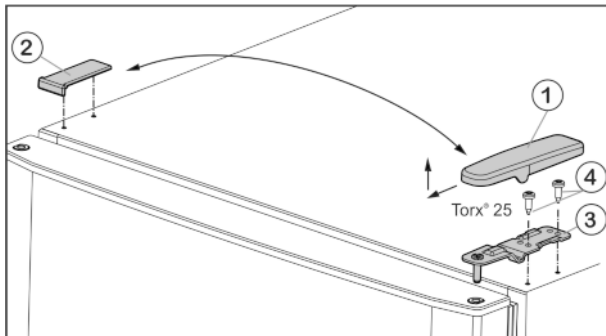

Fig. 4
- ▶ Estrarre la copertura Fig. 4 (1) tirandola in avanti e verso l'alto.
- ▶ Staccare la copertura Fig. 4 (2).
- ▶ Svitare il blocco di supporto superiore Fig. 4 (3) (2 x Torx® 25) Fig. 4 (4) ed estrarre tirando verso l'alto.
- ▶ Posizionare la porta superiore sul cuscinetto di supporto centrale (13).
- ▶ Inserire il blocco di supporto superiore Fig. 4 (3) sul nuovo lato della cerniera nella porta.
- ▶ Avvitare il cuscinetto di supporto superiore **saldamente (con 4 Nm)** (2 giri con chiave Torx® 25) Fig. 4 (4). Eventualmente utilizzare un avvitatore a batteria.
- ▶ Applicare il coperchio Fig. 4 (1) sul lato opposto dall'esterno e bloccarlo.
- ▶ Applicare il coperchio Fig. 4 (2) sul lato opposto dall'alto e bloccarlo.